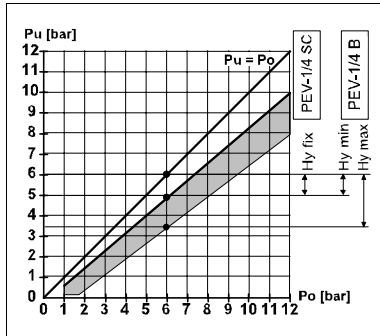

Fig. 15
6. Applicare al PEV-... la pressione massima di azionamento  $p_o$  (equivalente alla pressione minima  $p_u$  più l'isteresi prevista  $H_y$  (v. diagramma Fig. 15).
6. Belägg PEV-... med det övre omkopplingstrycket  $p_o$  (nedre omkopplingstrycket  $p_u$  plus önskad hysteres  $H_y$  (se diagram i bild 15).